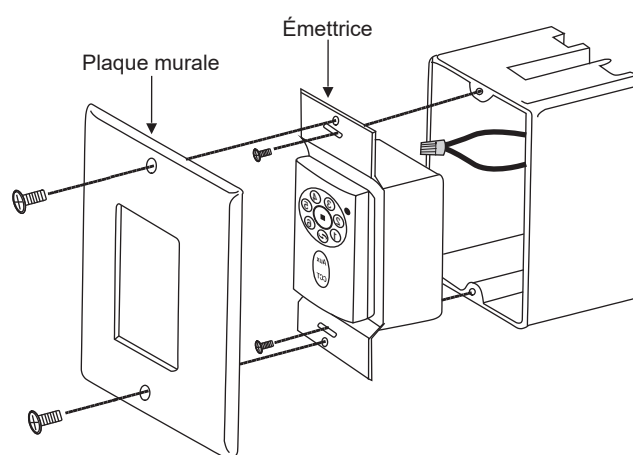

Figure 20
b. Rentez soigneusement les connexions des fils à l'intérieur de la boîte de sortie. Utilisez les vis fournies pour fixer l'émetteur mural et la plaque murale à la boîte de prise. (Fig. 20)